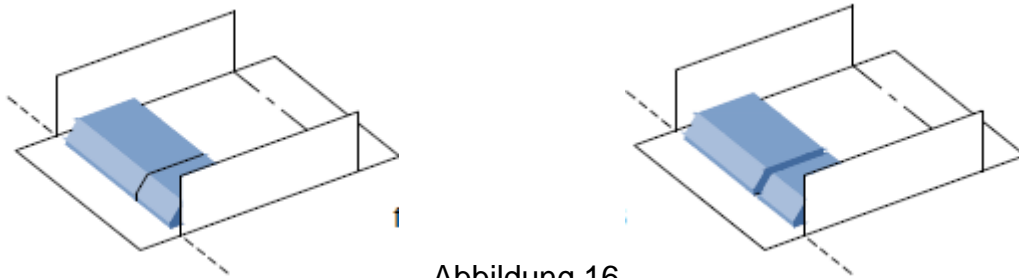

Abbildung 16
2. Wählen Sie einen oder mehrere der kurzen Klemmbalken für die gegenüber liegenden Biegungen aus (s. Abb. 16). Dieses Verfahren eignet sich vor allem für tiefe Kästen.